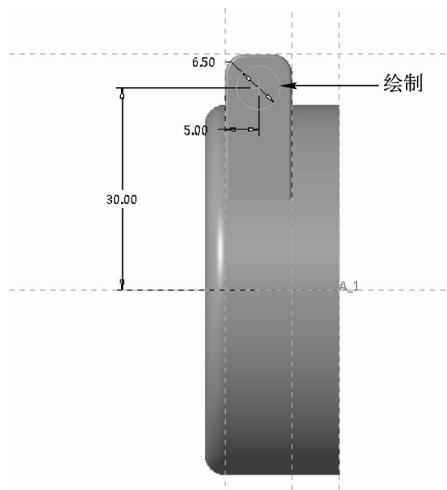

图 17-43 绘制草绘截面一
STEP 02 使用“拉伸”命令，选择合适的平面作为草绘平面，接受默认的草绘视图方向和参考，单击“草绘”对话框中的“草绘”按钮，进入草绘环境，单击“草绘”选项卡中的相应按钮，绘制草绘截面，如图 17-43 所示。